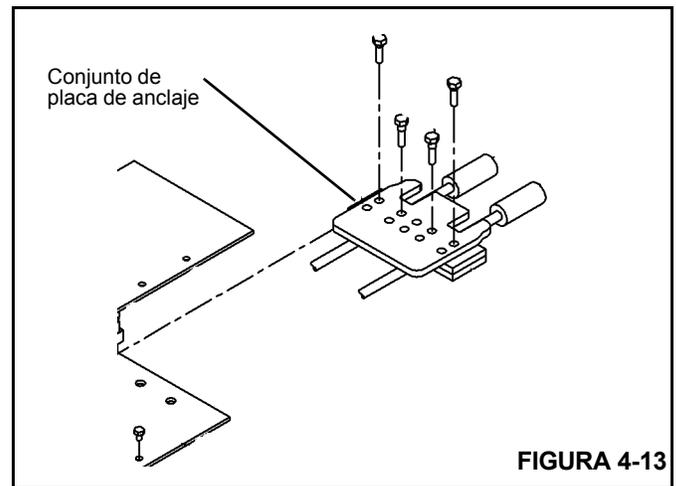

FIGURA 4-13
- 16. Instale el conjunto de anclaje, la placa y el cable de extensión (Figura 4-13).